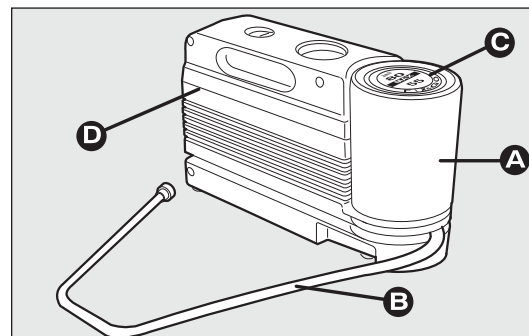

fig. 127
Le kit fig. 127 comprend :
- ☐ un compresseur D-fig. 127 avec manomètre et raccords, que l'on trouvera dans le compartiment ;